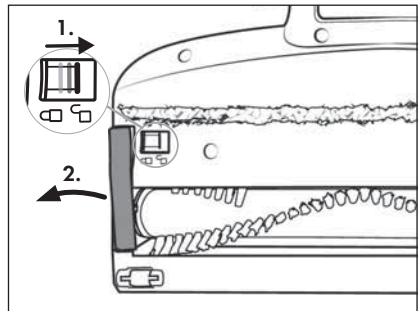

Abb. 26
① Hinweis
- 2) Entriegeln Sie die Bürstenrolle **21**, indem Sie die Bürstenrollenentriegelung **19** mit dem Finger in Richtung des Symbols  (öffnen) schieben. Entfernen Sie dann den Bürstenrollenhalter **20** von der Bodenbürste **22** (siehe Abb. 26).